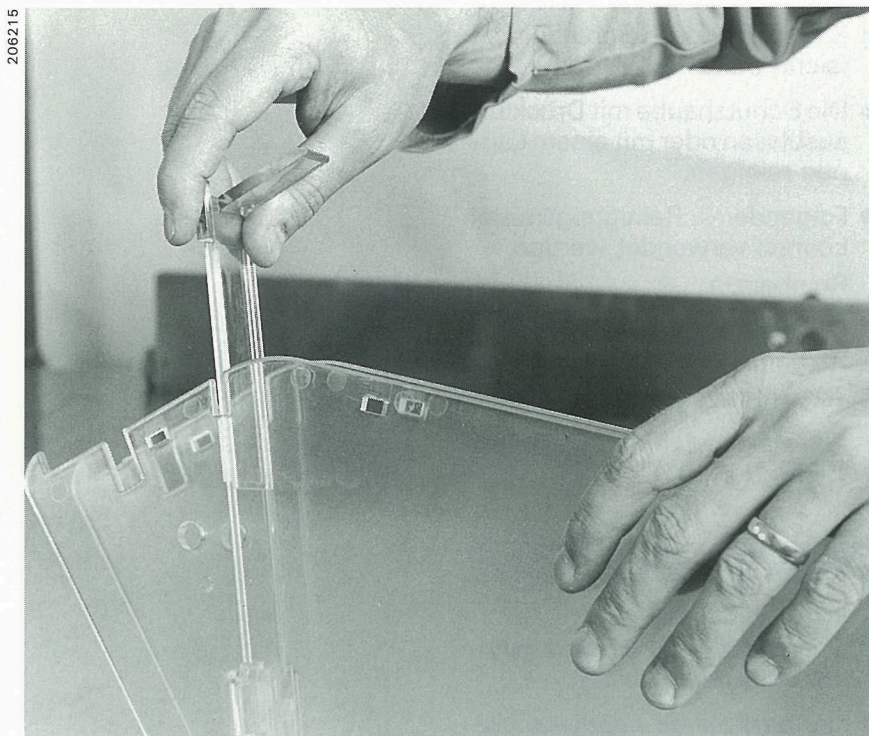

Bild 29 / Figure 29
- Das Fenster nach unten wegziehen (Bild 29).
- Neues Fenster einsetzen (Bild 29).
- *Retirer la fenêtre vers le bas (figure 29).*
- *Mettre en place la nouvelle fenêtre (figure 29).*
- Remove window (Fig. 29).
- Fit new window (Fig. 29).